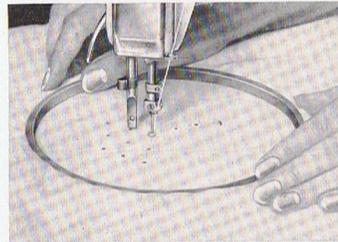

Abb. 63 Ausführung der Lochstickerei
**Lochstickerei** (Abb. 63). Die Oberfadenspannung bleibt normal, während die Spulenfadenspannung wesentlich fester sein muß. Ferner wird der Presserfuß abgenommen und der Presserstangenhebel heruntergelassen. Der vorgezeichnete Stoff wird in den Stickring gespannt und die Löcher, soweit sie in dem Stickring sichtbar sind, mit Locheisen, Holzhammer und der Fiberplatte als Unterlage vorgeschlagen.